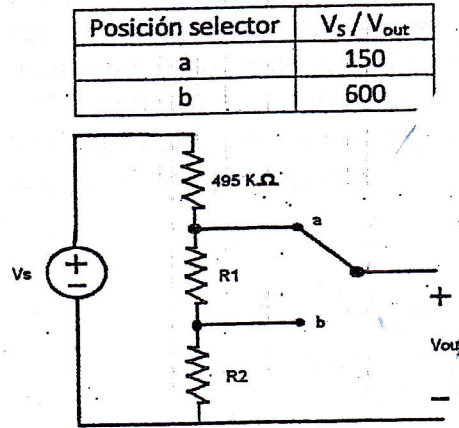

Figura 1
1. La figura 1 muestra un divisor de tensión diseñado para medir en dos escalas diferentes.